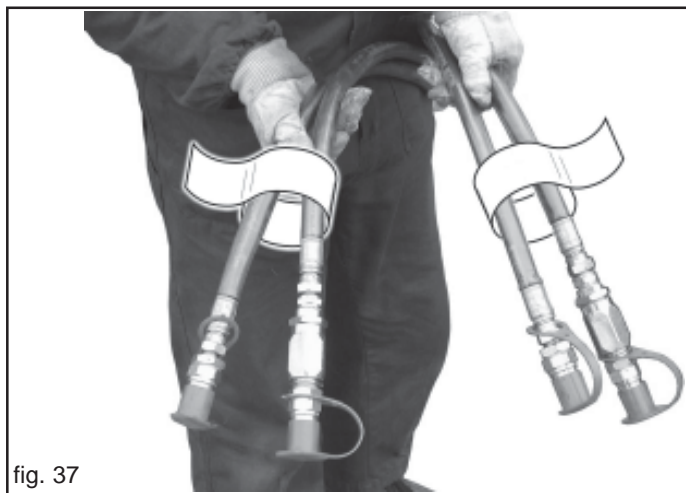

fig. 37
- 4) Conecte correctamente los tubos hidráulicos a los distribuidores del tractor, siguiendo las indicaciones presentes en cada tubo (Fig. 37).